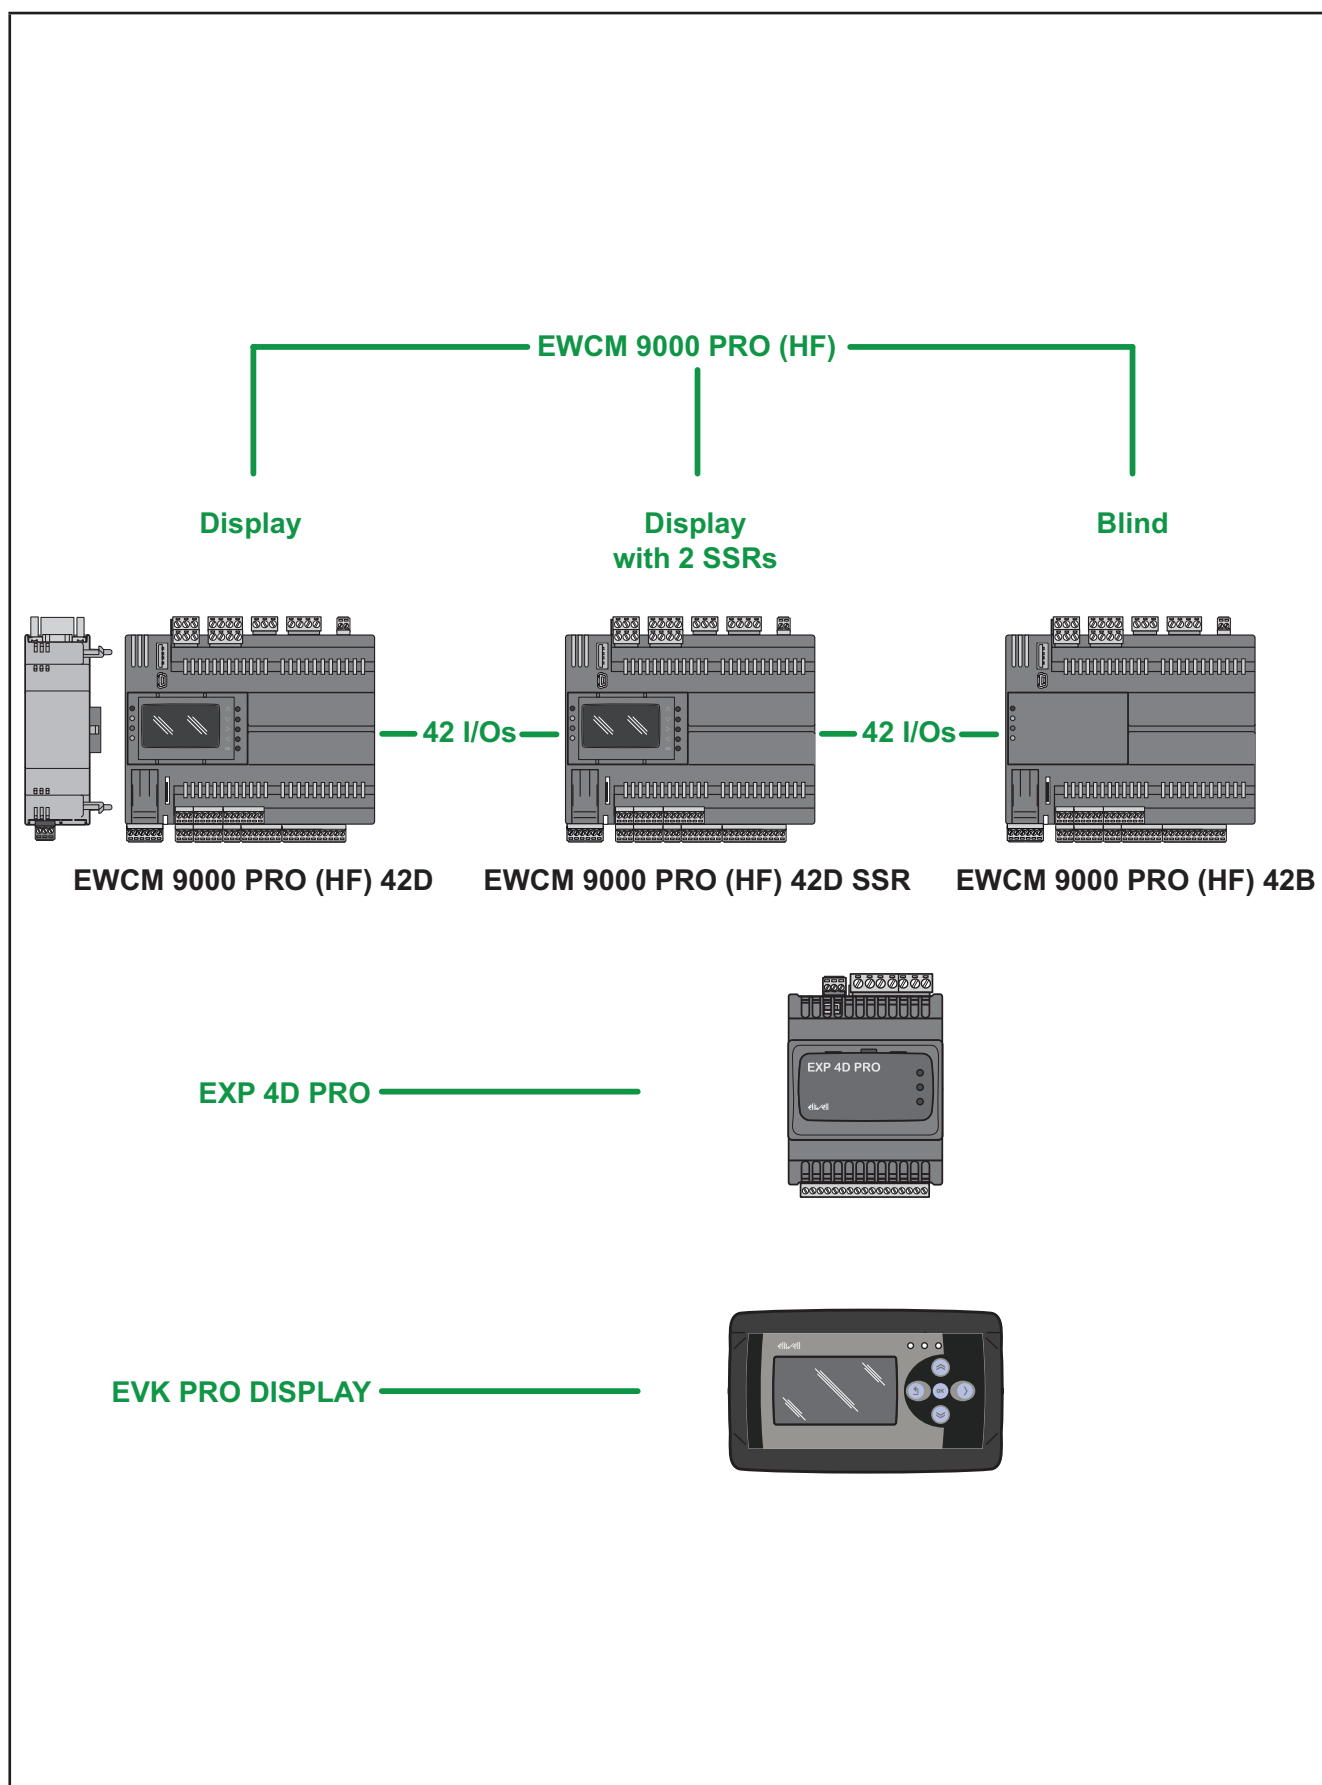

Fig. 1. Oferta EWCM 9000 PRO
La oferta **EWCM 9000 PRO (HF)** (ver **Fig. 1 en la pág. 14**) está constituida por: